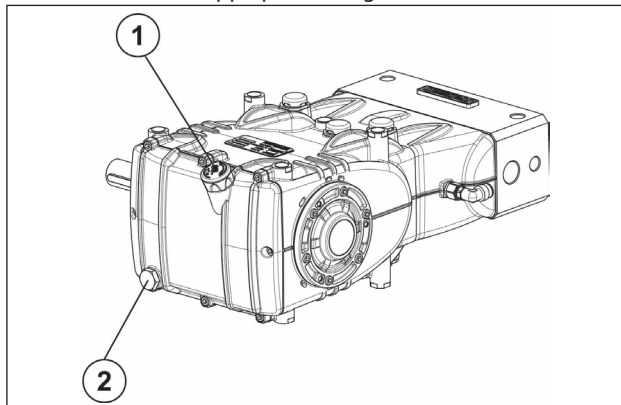

Fig. 1
Le operazioni di riparazione della parte meccanica devono essere eseguite dopo aver tolto l'olio dal carter. Per togliere l'olio occorre rimuovere: l'asta livello olio pos. ① e successivamente il tappo pos. ②, (Fig. 1).